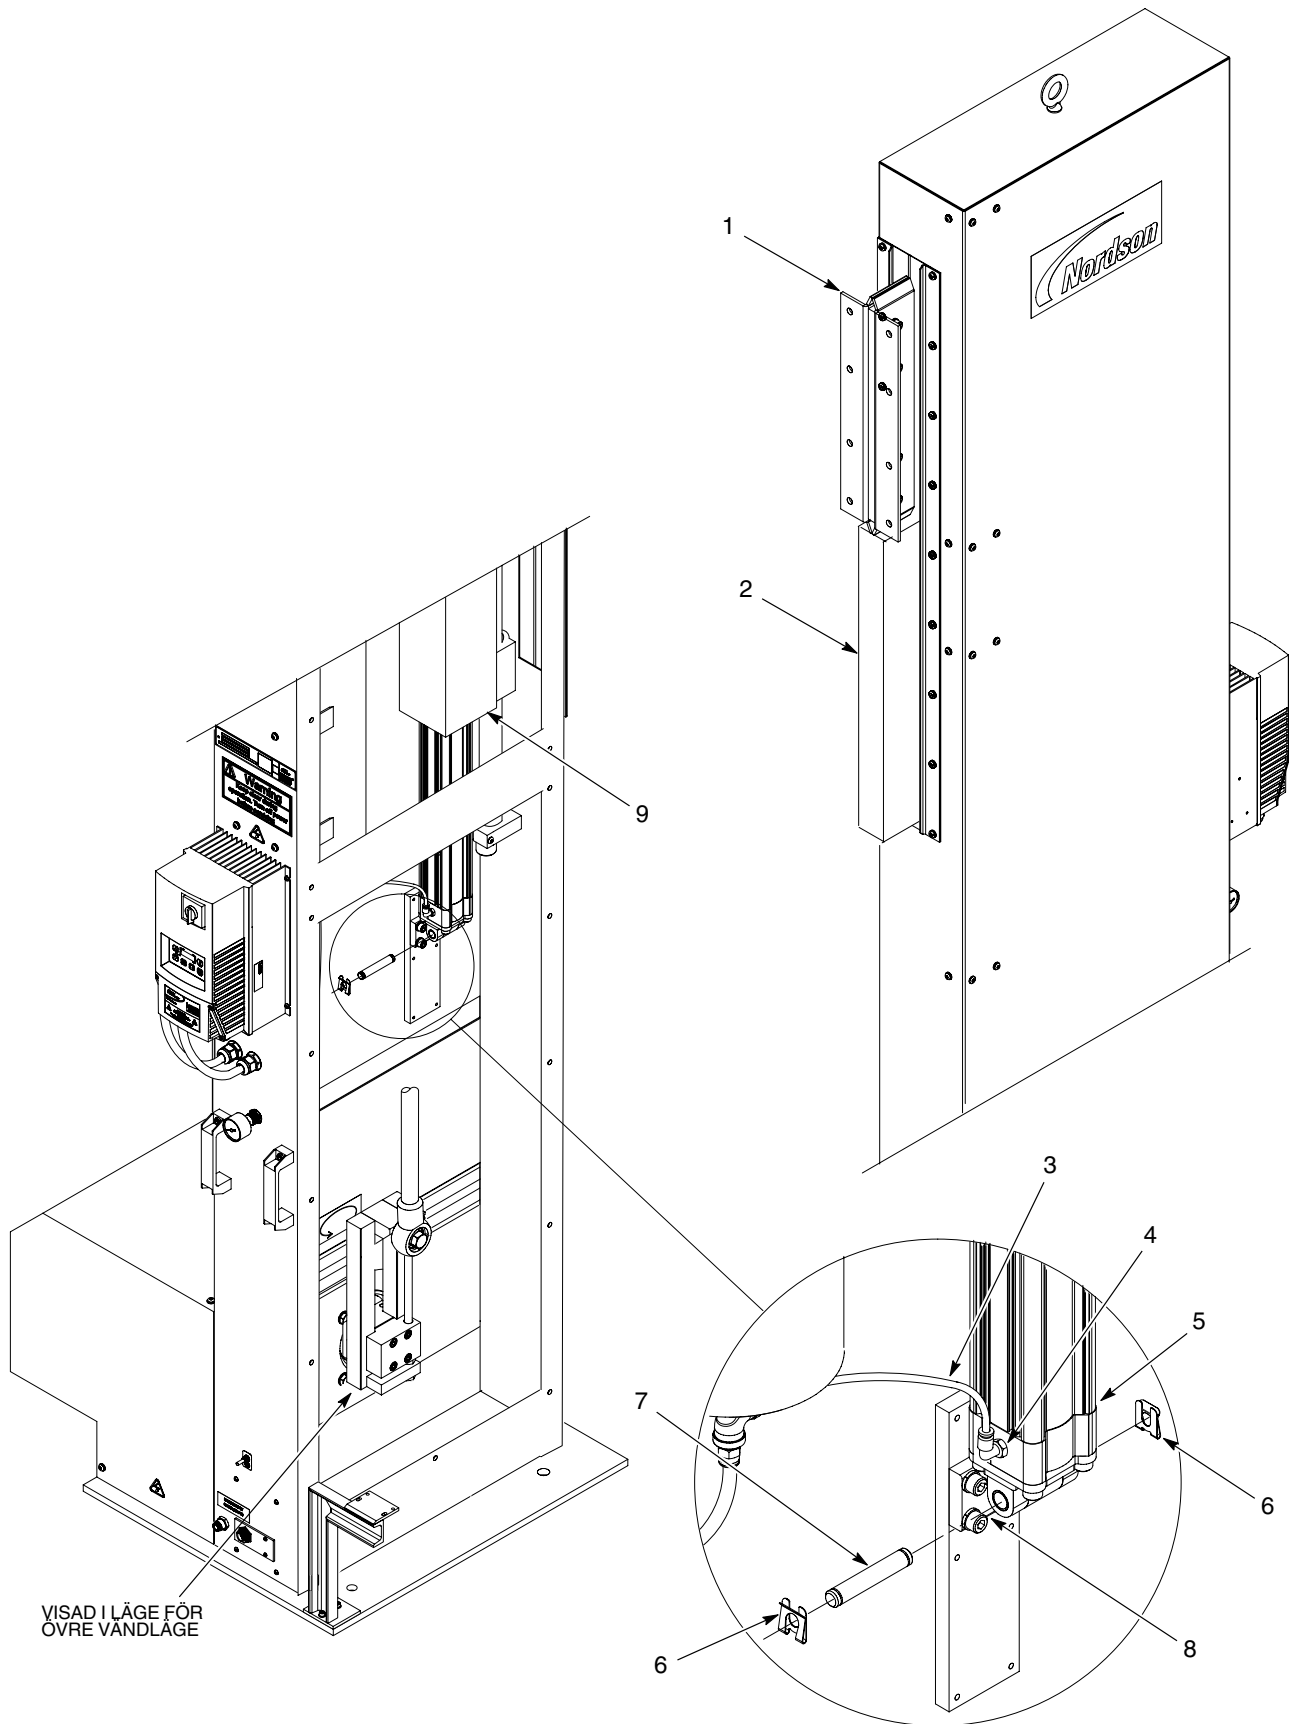

Bild 15 Demontering av luftcylindern
1. Se bild 15. Tag av pistolerna och deras monteringsanordningar från pistolvagnens fästvinklar (1).
2. Flytta pistolvagnen (1) till det övre vändläget. Använd ett block (2) så som visas, för att hålla pistolvagnen (1) i detta läge.
4. Koppla loss luftslangen (3) från luftcylinderns anslutningsnippel (4).
5. Tag av låsclipsen (6) och stiftet (7) som fäster luftcylinderns (5) hållare (8). Tag av luftcylindern från lagerdelens monterör (9).
6. Flytta pistolvagnen (1) till det nedre vändläget genom att försiktigt ta bort blocket (2).